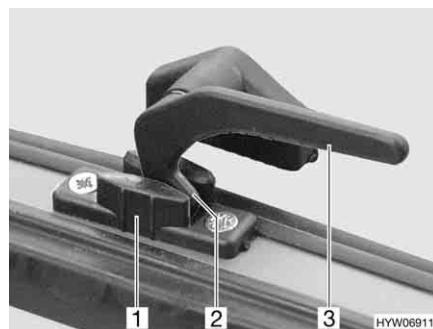

Bild 66 Verriegelungshebel in Stellung "Dauerbelüftung"
- in Stellung "Dauerbelüftung" (Bild 66)
- Den Verriegelungshebel (Bild 66,3) eine viertel Umdrehung zur Fenstermitte hin drehen.
- Den Verriegelungshebel wieder zurückdrehen. Die Verriegelungsnase (Bild 66,2) dabei in die Aussparung der Fensterverriegelung (Bild 66,1) einfahren.